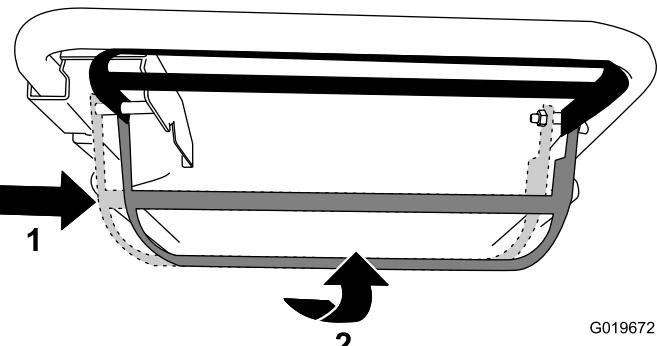

Figura 14
- Para activar la autopropulsión y la cuchilla:** Mueva la barra de control de la cuchilla a la derecha hasta que haga tope, y levántela hasta el manillar (Figura 14).